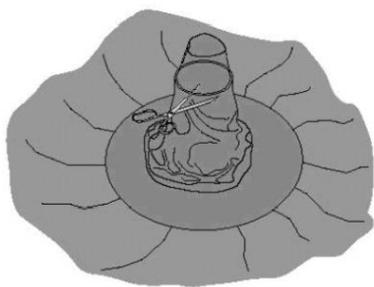
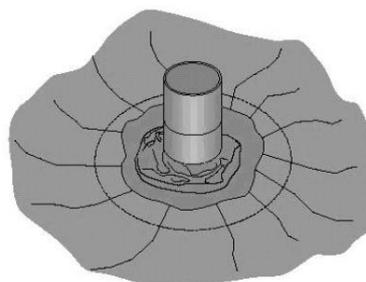

Figura 16
Figura 17
5. Corte o topo da manga de adução/distribuição (figura 16) e estique bem, de modo que não ocorram cargas desnecessárias na eventualidade de um deslizamento do tubo (figura 17).